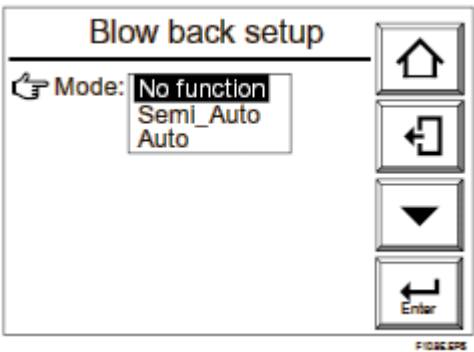

图 10.8 反吹设置显示
- (1) 在基本面板显示上按设置键到显示执行/设置显示。然后在执行/设置显示上选择维护。
- (2) 从维护面板上选择反吹设置和选择模式。接着出现如图 10.8 所示的模式选择显示。